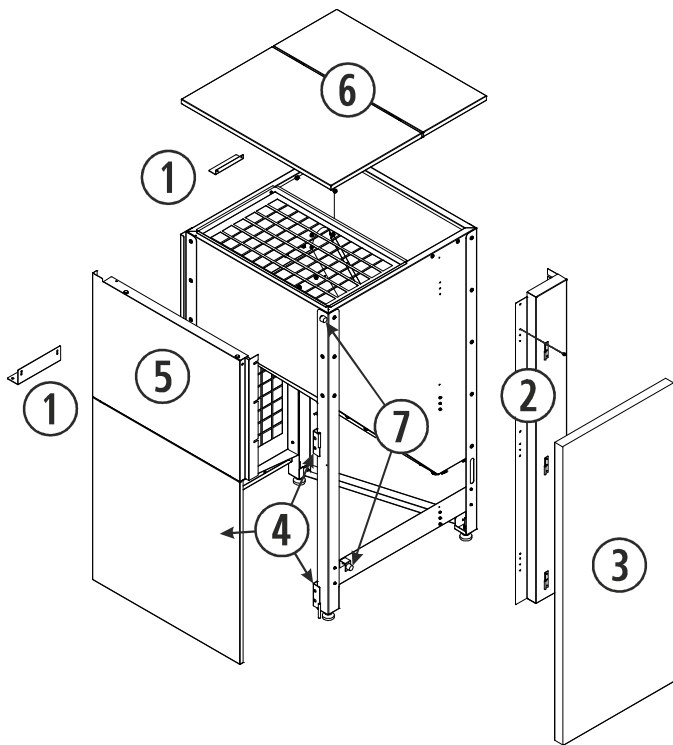
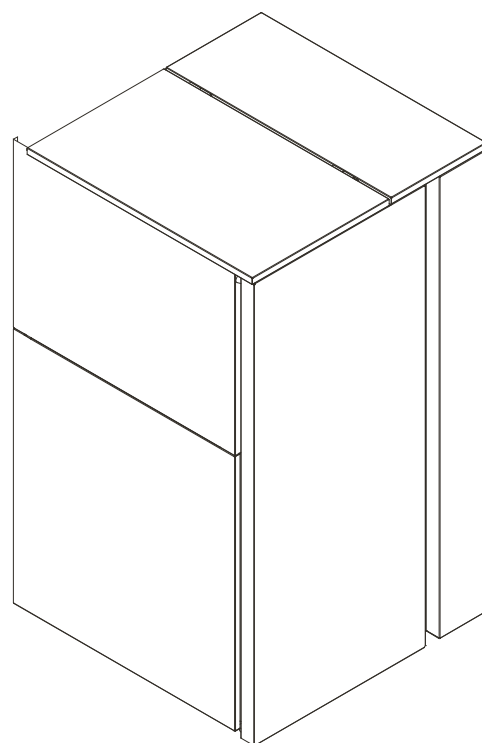

Figura 5
Figura 6
4.5. Con la estructura principal lista, procedemos a montar el forro de la tolva. Al igual que en el montaje de la estructura, disponemos de la *figura 5* y una breve descripción de los pasos. En la *figura 6*, se puede observar el aspecto de la tolva al finalizar este proceso de montaje.